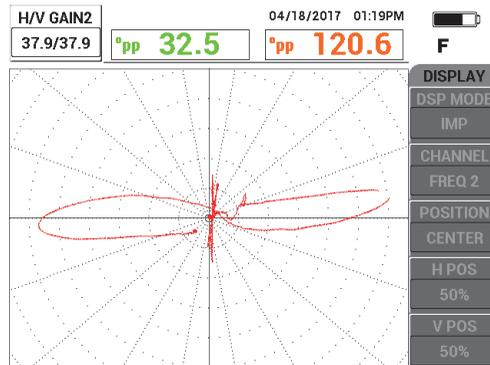

Figura 5-201 Regolazione del GUADAGNO nella FREQ.2
6. Regolare il segnale dell'anello di supporto in modo che sia interamente contenuto nella schermata (da 8 a 9 frazioni principali) [vedere Figura 5-201 a pagina 284].